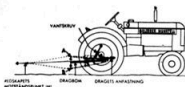

Bild 12. Dragbommens inställning
Draglinjen från dragbommens anföringspunkt på traktorn till det bogserade redskapets motståndspunkt (M) bör bilda en rak linje (den röda heldragna linjen på bild 12). Justera därför medelst vantskruvarna dragbommens inställning, så att den sammanfaller med den heldragna linjen.